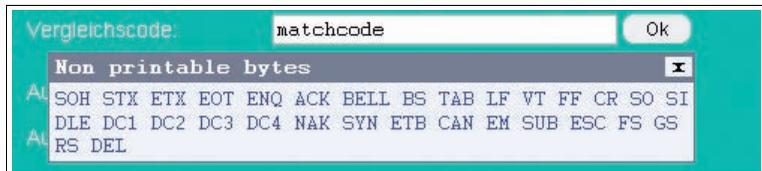

Abbildung 7.8 Pop-up-Fenster Matchcode
- **Vergleichscode:** Geben Sie hier den Vergleichscode ein. Sobald mit der Maus über das Eingabefensters des Vergleichscode gefahren wird, erscheint das Popup-Menü mit den nicht druckbaren Zeichen → siehe Abbildung 7.8 auf Seite 29.